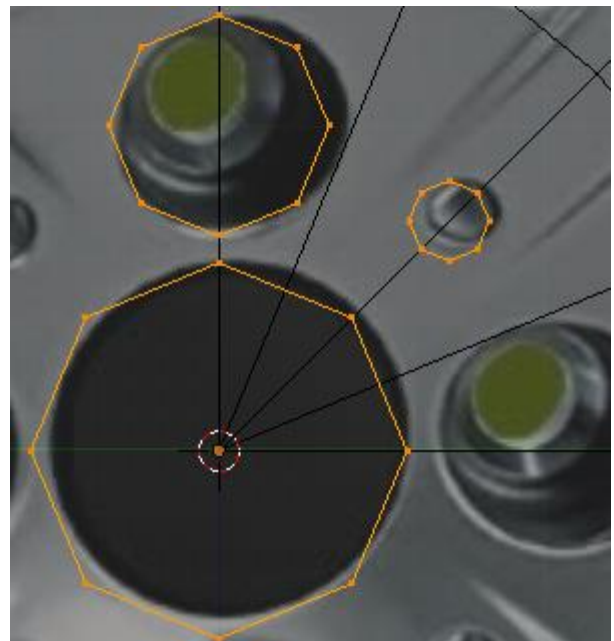

Figura 5.21
6. Duplique o círculo, **[Shift]+[D]**, e arraste-o até que fique aproximadamente centrado com o orifício da porca, figura 5.21.
11. Escale o 3º círculo à dimensão da porca mais pequena, **[S]**, figura 5.21.